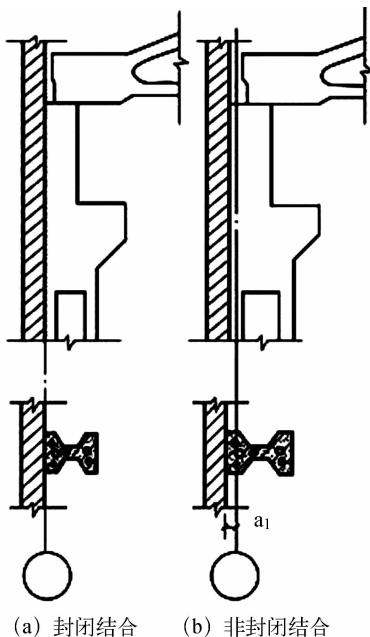

图3-1 墙、边柱与纵向定位轴线的定位
(1) 外墙、边柱与纵向定位轴线的联系:在支承式梁式吊车或桥式吊车的厂房设计中,由于屋架(或屋面梁)和吊车的设计生产制作都是标准化的,建筑设计应满足  $L = L_k + 2e$ 。
由于吊车起重量、柱距、跨度、有否安全走道板等因素的影响,边柱与纵向定位轴线的联系有两种情况:① 封闭式结合的纵向定位轴线(指外墙内缘和边柱外缘与纵向定位轴线相重合,使屋面板与外墙之间无空隙,形成封闭结合。);② 非封闭式结合的纵向定位轴线(指外墙内缘和边柱外缘与纵向定位轴线间加设联系尺寸,屋面板与外墙之间出现空隙,形成非封闭结合,须加设补充构件)(图 3-1)。